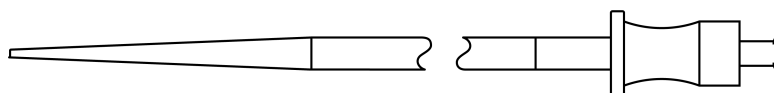

Figure 3 : Dilatateur
Le système de mise en place pulmonaire Edwards SAPIEN 3 (Figure 2) facilite la mise en place de la bioprothèse. Il se compose d'une gaine en ligne, d'un cathéter à ballonnet pour le déploiement de la valve cardiaque transcathéter Edwards SAPIEN 3, d'une tige externe et d'une capsule de valve pour couvrir la valve cardiaque transcathéter pendant l'insertion et le suivi jusqu'à la zone de déploiement prévue. Le système de mise en place inclut un embout fuselé pour faciliter le franchissement des structures cardiaques droites. La capsule de valve et l'embout fuselé sont recouverts d'un matériau hydrophile. Un marqueur visuel de la tige du ballonnet est présent pour faciliter la recapture du ballonnet. Un stylet est inclus dans la lumière du fil-guide du système de mise en place. Le dilateur recouvert d'un matériau hydrophile de 28 F (fourni avec le système de mise en place) est utilisé pour pré-dilater le vaisseau avant l'insertion du système de mise en place, si nécessaire (Figure 3).
• Dilatateur (Figure 3)